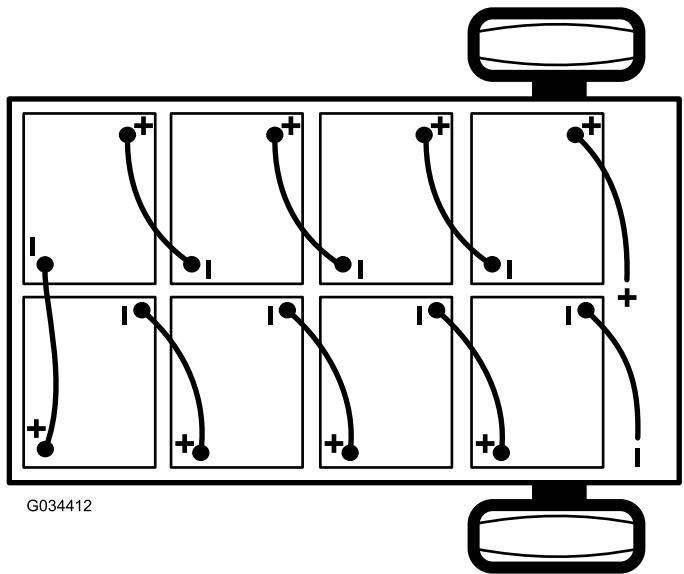

Figura 42
2. Scollegate il cavo negativo principale della batteria (nero) che collega la serie di batterie al punto di messa a terra della macchina (Figura 42).
3. Scollegate il cavo positivo principale della batteria (rosso) che collega la serie di batterie al contattore principale della macchina (Figura 42).
- Nota:** Prestate attenzione alla polarità delle batterie quando montate le batterie nuove (Figura 42).
6. Collegate le batterie come mostrato in Figura 42 con i cavi interconnessi alle batterie rimossi al punto 1.
2. Collegate il cavo positivo principale (rosso) della batteria tra la serie di batterie e la macchina (Figura 42).
3. Collegate il cavo negativo principale (nero) della batteria tra la serie di batterie e la macchina (Figura 42).